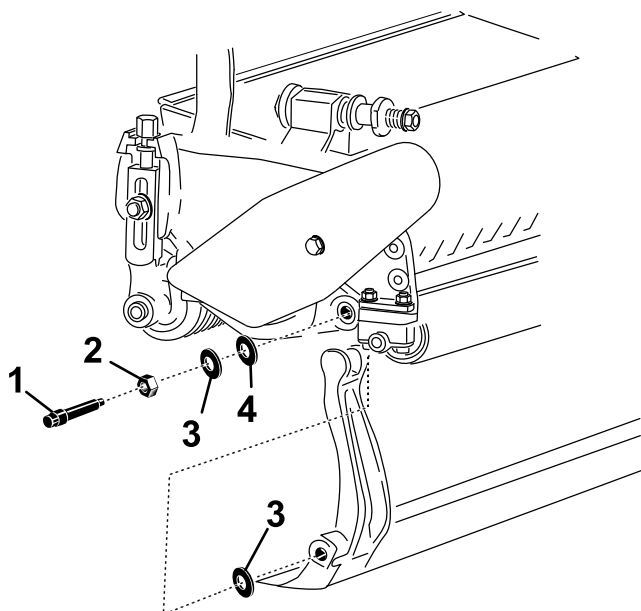

図 26
ベッドバーの両端にナイロンワッシャとスチールワッシャが2枚ずつあるので注意する 図 26。
3. サイドプレートのボスの両側にナイロンワッシャを入れる。その外側からスチール製ワッシャを取り付ける (図 26)。